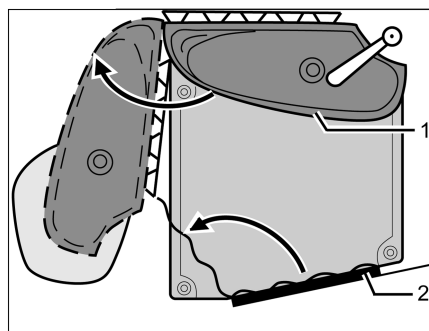

Fig. 378 Toilette Vario
- Girare il lavabo con la parete posteriore (Fig. 378,1) nella direzione della freccia.
- Entrare nel vano WC e chiudere la porta di ingresso della toilette (Fig. 378,2) dall'interno e bloccarla.